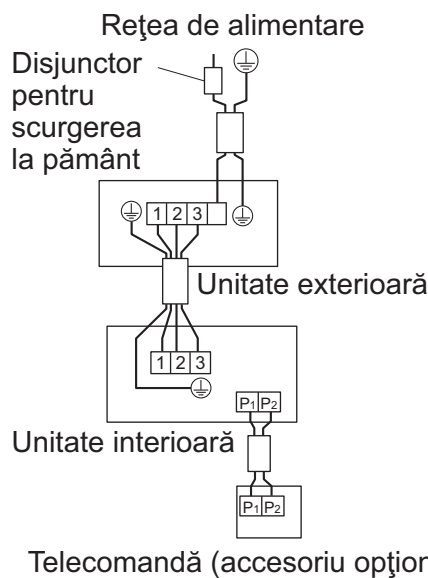

Fig. 34
- **Tip pereche:** 1 telecomandă controlează 1 unitate interioară (sistem standard). (Consultați Fig. 34)